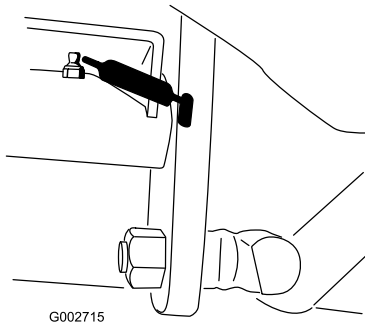

Figura 23
- Perno orientabile del pedale della trazione (1) (Figura 23)